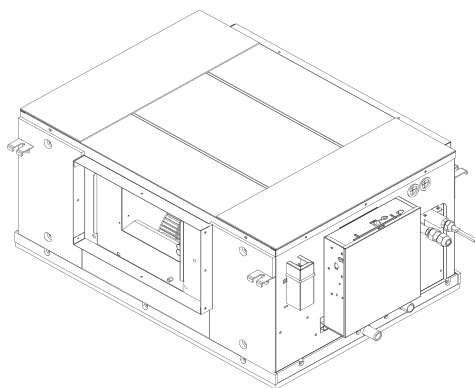

Рис. 11
1. Устройство в сборе показано на рис. 11.